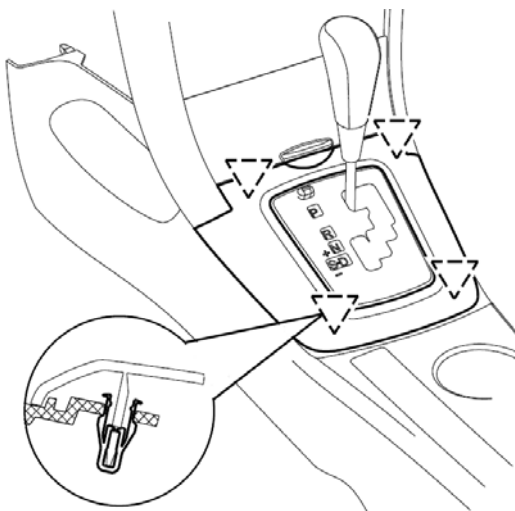

图6-2-1 换挡操纵机构盖板组件的拆卸
- (1) 先用平口螺丝刀沿换挡操纵机构盖板与副仪表本体接触边缘小心撬起一条能放得下手指的缝隙；
- (2) 用手从左右两边握住盖板组件，缓慢往上拔，直至图6-2-1中所示的四处卡脚全部拔出。再将盖板小心拿下。如图6-2-1所示；